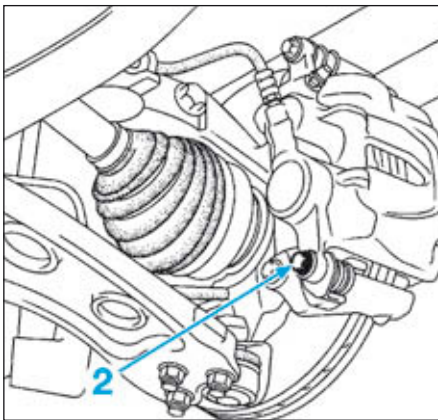

FIG.2
- la vis inférieure (2) (Fig.2).